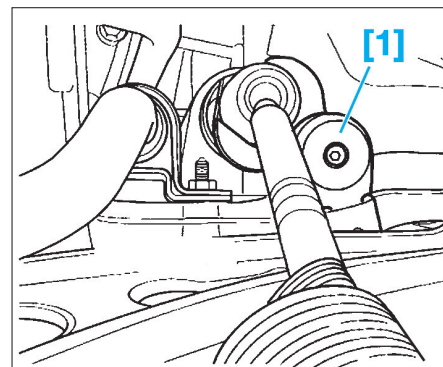

Fig. 14
- la biellette, à l'aide d'une clé appropriée [1] (Fig.14).